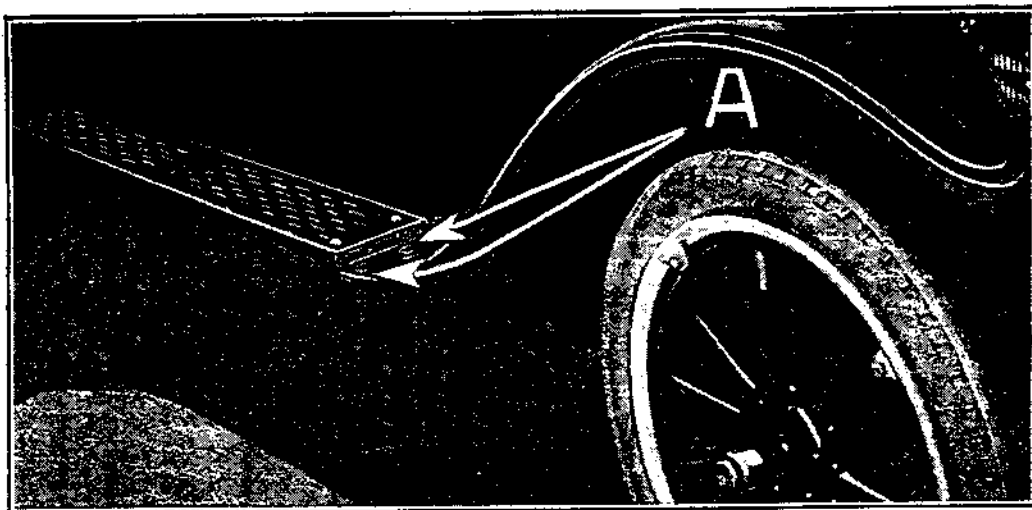

Fig. 110
- d) Mettre 2 rondelles entre l'aile et le marchepied. (Voir A, fig. 110). Une petite modification a été apportée aux ailes, qui évite la nécessité de monter des rondelles entre les ailes et le marchepied sur les voitures fabriquées après août 1924.